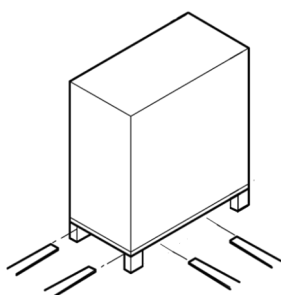

Abb. 1: Transport mit dem Flurförderfahrzeug
- Bild 1:** Zerschneiden Sie die Kunststoffbänder ① und entfernen Sie diese.
- Heben Sie den Holzdeckel ② von der Verpackung ab.